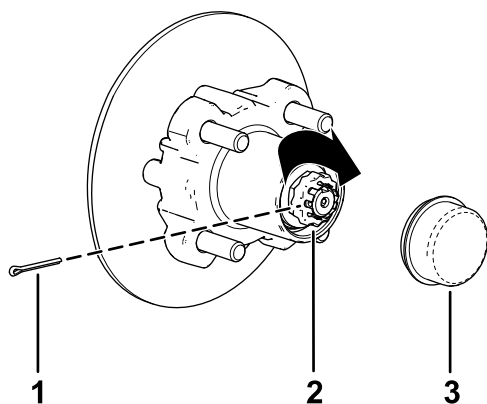

Figura 36
8. Coloque el retén sobre la tuerca y compruebe la alineación de la ranura del retén y el taladro de la chaveta del eje (Figura 36).
9. Instale la chaveta y doble las patas alrededor del retén (Figura 36).
10. Instale el tapón guardapolvo sobre el cubo (Figura 36).